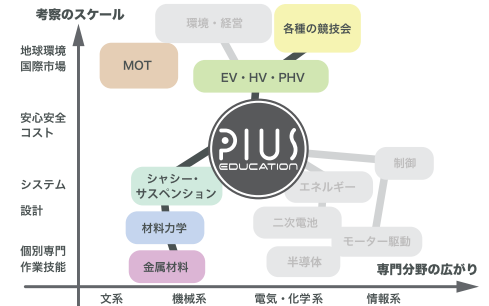
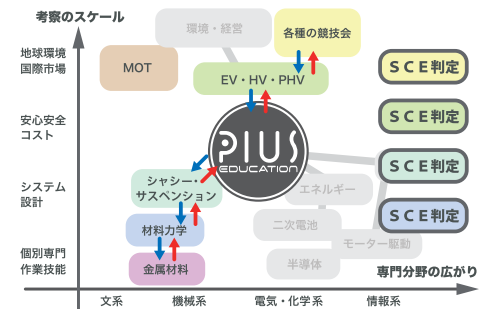

図3 サスペンション担当者の視点
図4 競技会にまでつらなるSCEの視点
- たまたま、走行系の担当者がサスペンションを選定し、それを取り付ける場面があったとします。その人から見ると図3のように、サスペンション素材、タイヤ、シャシー、PIUS本体、応用技術、競技規定の要素が、次々につながっているように見えます。
- 図3は、サスペンションを取り付ける作業時の注意が及ぶ範囲の例を示しますが、このサスペンションの素材や寸法などがPIUSの走行をきちんと実現し、シャシーにしっかり合うか、チェックをします。このとき、「安全Safety」「快適Comfort」「地球環境Environment」の視点により、じっとサスペンション部品を眺め、大丈夫との判定をすることになります。図3のサスペンションの枠から上下に出ている線は、その作業判断の範囲を示すものです。
- この担当者が大丈夫と判断したつながりを図4で詳しく見ていきましょう。図3では黒い線が、図4では青と赤の線に変わっています。青い線はニーズ、赤い線は解決策を示しています。
- サスペンション担当者は図4のこの青い線、赤い線をすべて、何度も繰り返したどっています。例えば、競技規則のSCEで大丈夫か、EV走行として大丈夫か、タイヤがしっかりとつながって大丈夫か、というようにスケールの違うSCEの考察を何度も行っています。この結果、全体の目的である競技会では大きな問題は発生しないであろうと、判断できるのです。